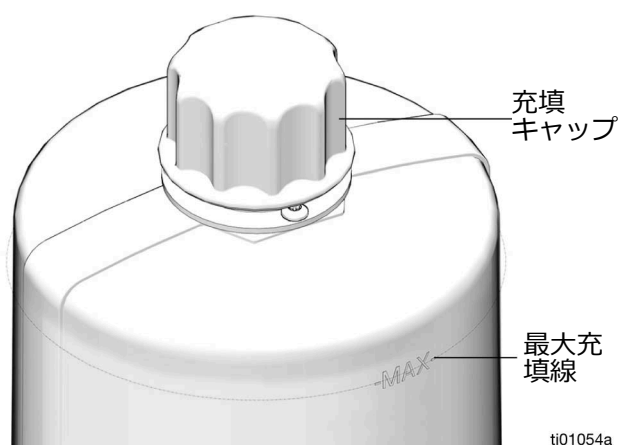

図 22
- 過充填しないでください (図 22)。
1. 充填キャップ (Z) を取り外します (図 22)。
2. 最大充填線 (図 22) までオイルを油受けに注ぎます。
3. 充填キャップ (Z) を再度取り付けます。手でしっかりと締めます。